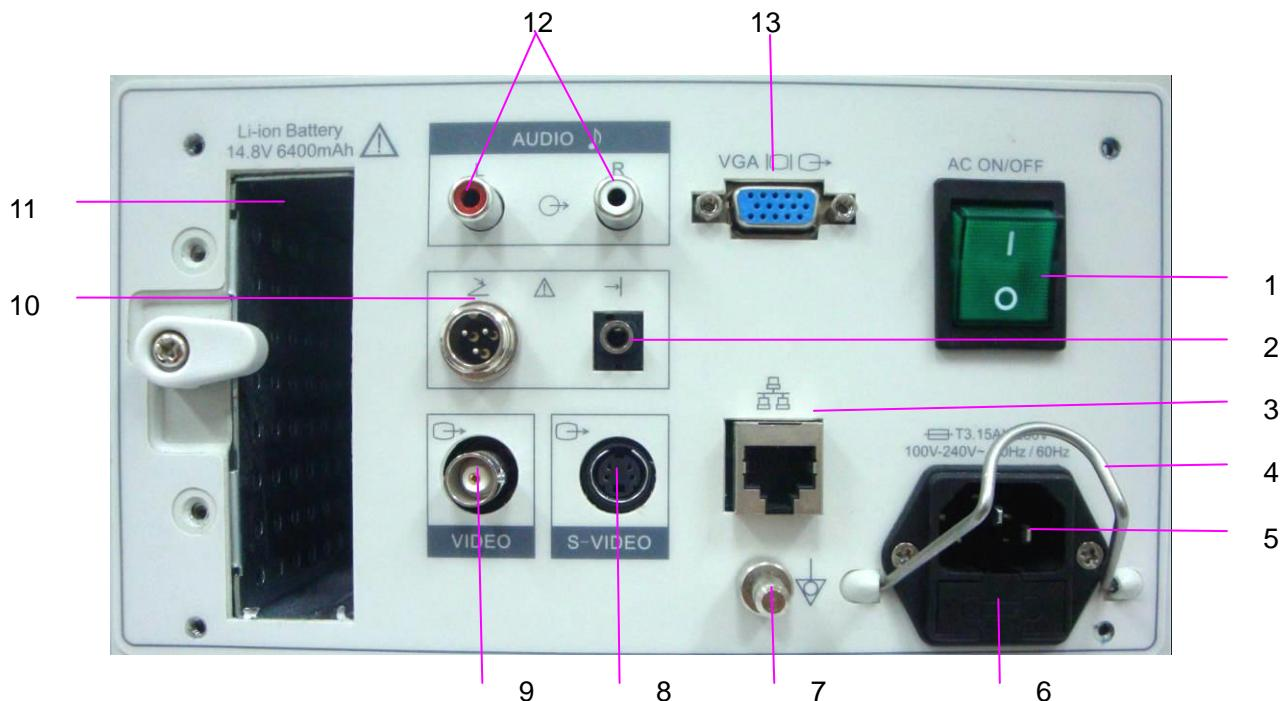

Рис. 4-5 Порты ввода-вывода на задней панели
4. Детали и принадлежности необходимо подключать к портам ввода/вывода, обозначенным на *Рис. 4-5 Порты ввода-вывода на задней панели*. Например, к портам USB можно подключать только входящие в комплект поставки или рекомендуемые USB-устройства; НЕ подсоединяйте телефонную линию к сетевому порту; НЕ подсоединяйте наушники к порту ножной переключателя или удаленному порту.